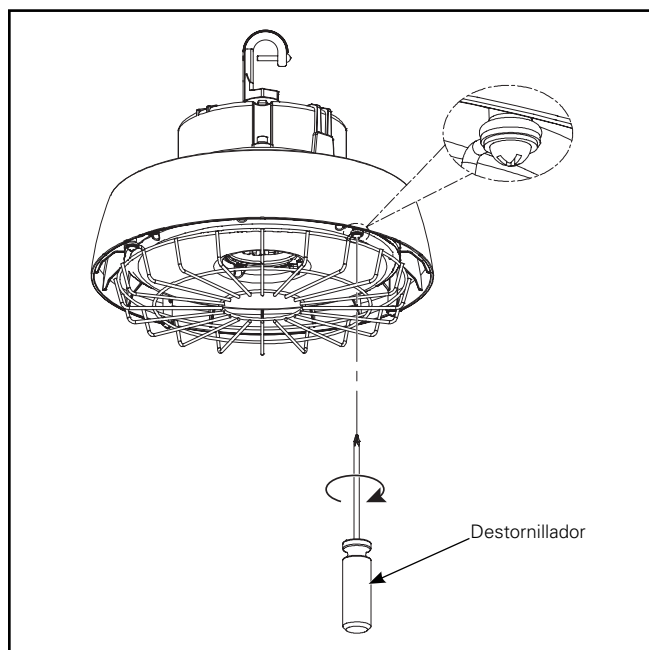

Figura 6.
2. Apriete los cuatro tornillos. (Figura 6).